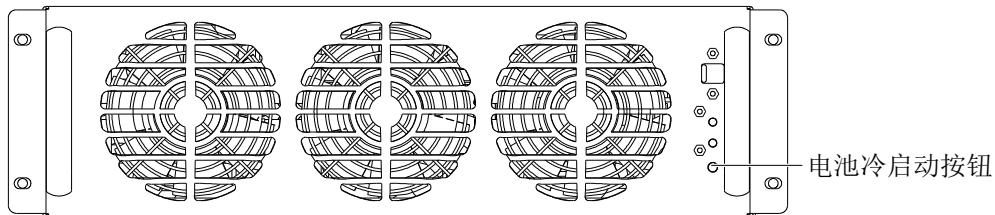

图 5-7 电池冷启动按钮
- 电池开关闭合 30 秒后，按任一功率组件的电池冷启动按钮（位置见图 5-7）。